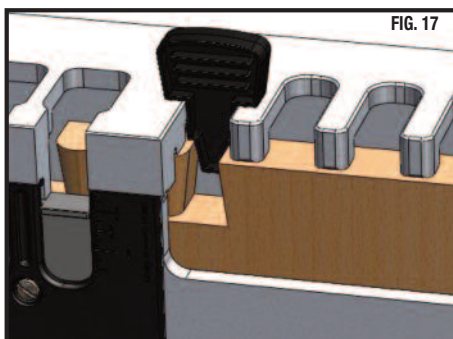

FIG. 17
1. Mueva la madera dentro del dispositivo y coloque la última ranura del corte anterior en el último canal del dispositivo. (Fig. 17)